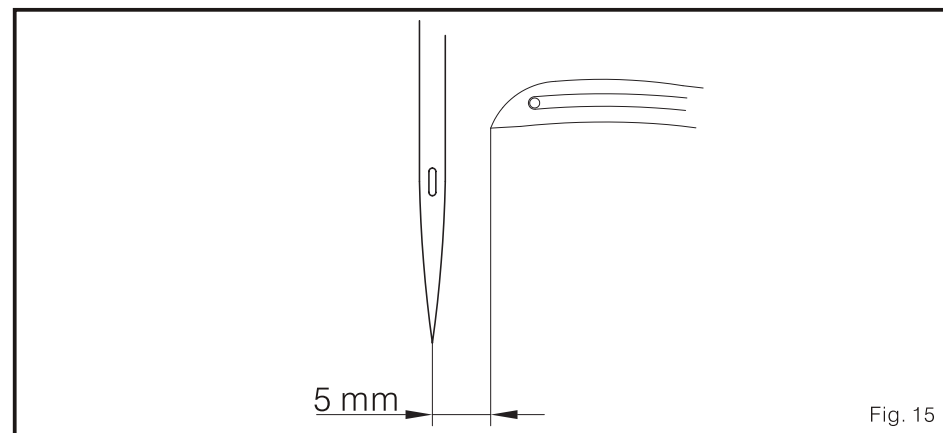

Fig. 15
4. quando a agulha estiver no ponto morto inferior da franja 0, a gorjeta do bucleador será a 5 mm do diâmetro externo da agulha. Quando a agulha move o ponto morto inferior da terceira franja, o golpe posterior do bucleador, da gorjeta do bucleador até o diâmetro externo da agulha, também uma distância de 5 mm. (Fig. 15)
3. ajustar (Fig. 15)